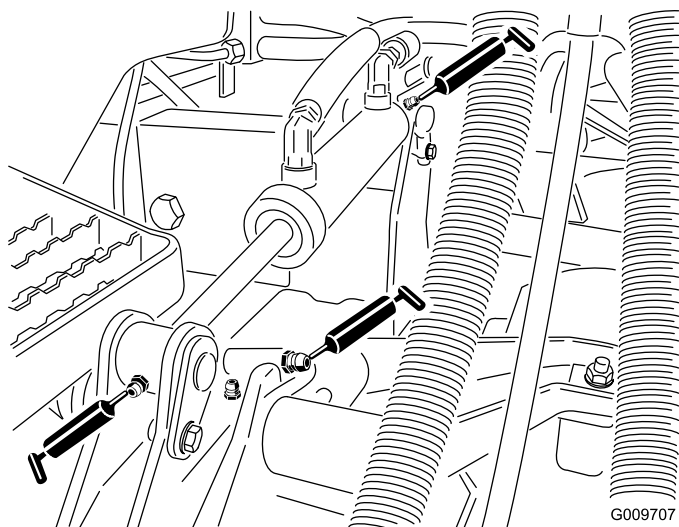

Figura 24
- Casquillos de los brazos de elevación (1 por carcasa) (Figura 24)
- Casquillos de los cilindros de elevación (2 por carcasa) (Figura 24).